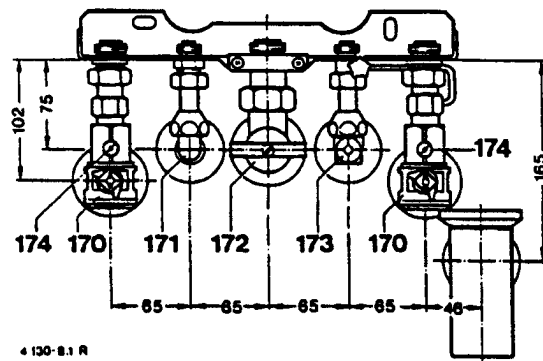

Рис. 7 Монтажная плата, смонтированная
- Выкрутить винт слева внизу ①, нажать оба рычага назад ②, наклонить кожух вперед и поднять вверх ③.
- Смонтировать монтажную плату, краны технического обслуживания, газовый кран, принадлежности подсоединения холодной и горячей воды, воронку, рис. 7.